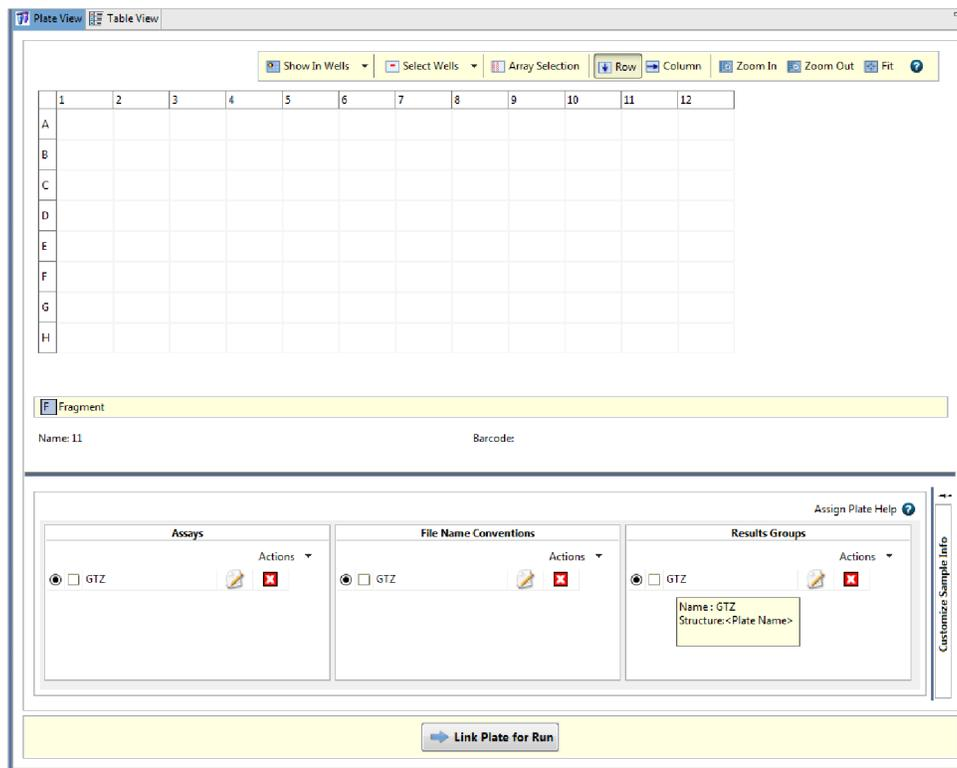

Рисунок 14. Окно назначения содержимого планшета Assign Plate Contents.
8.2.10. Выберите “Assign Plate Contents” (“Назначить содержимое планшета”; рис. 14), присвойте лункам названия образцов. В левой нижней части экрана, в разделе “Assays” (“Анализы”), выберите анализ, созданный на шаге 8.2.5, с помощью опции Add from Library (Добавить из библиотеки). Нажмите на кнопку Add to Plate (“Добавить на планшет”) и закройте окно. В разделе “File Name Convention” (“Соглашение об именах файлов”) выберите соглашение об именах файлов File Name Convention, созданное на шаге 8.2.6, с помощью опции Add from Library (“Добавить из библиотеки”). Нажмите на кнопку Add to Plate (“Добавить на планшет”) и закройте окно. В разделе Results Groups (“Группы результатов”) выберите группу результатов, созданную на шаге 8.2.7, с помощью опции Add from Library (“Добавить из библиотеки”). Нажмите на кнопку Add to Plate (Добавить на планшет) и закройте окно.